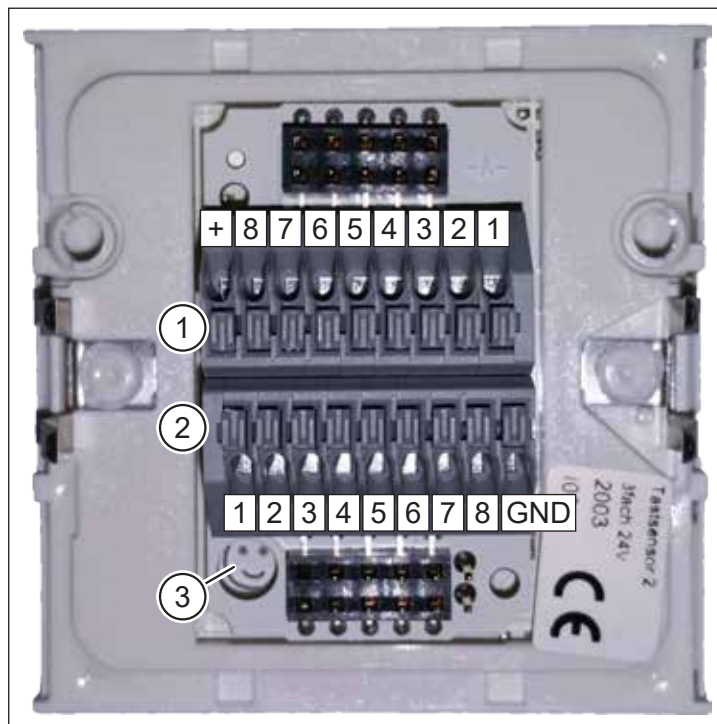
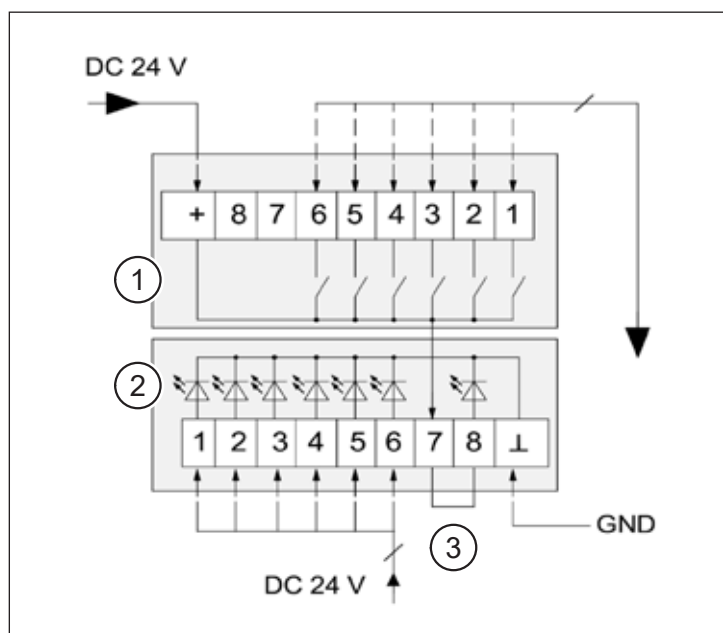

Fig. 25 : Capteur à touche InControl avec affectation des bornes
Fig. 26 : Schéma de raccordement du capteur à touche InControl
Pos. dans Fig. 25	Désignation
Pour l'orientation de l'ensemble, veillez à la bonne position du smiley (pos. 3 dans Fig. 25). Ce n'est que dans cette position que les raccordements des borniers concorderont avec les désignations correspondantes dans le schéma de raccordement (Fig. 26).
Pos. dans Fig. 26	Désignation
Le capteur à touche InControl dispose d'un éclairage de fond, qui peut être activé en cas de besoin. Posez un pont (pos. 3 dans Fig. 26) entre la borne 7 et la borne 8 du bornier des DEL, pour alimenter l'éclairage de fond en 24 V CC.